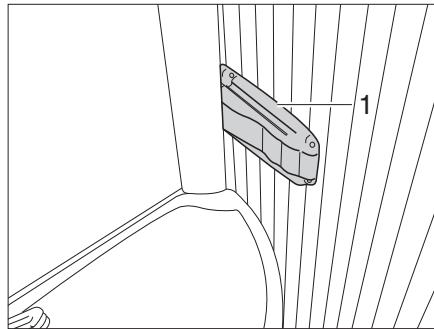

Fig. 267 Toilettes Vario, blocage de la paroi de douche
- Appuyer sur le dispositif de blocage (Fig. 267,1) situé à la droite du rebord du lavabo et tirer légèrement le lavabo. Le lavabo se déplace avec la paroi arrière vers l'avant.